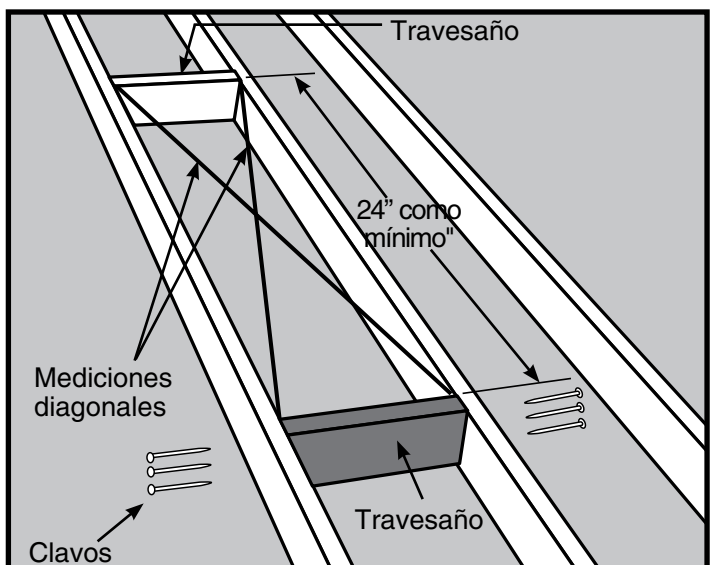

Figura 13 Cómo verificar los ángulos rectos (perpendicularidad)
PASO 5. Posicione el segundo travesaño a una distancia mínima de 0.61m del primer travesaño y repita el Paso 4 (Vea la Figura 13).
PASO 6. El marco para la abertura preliminar requiere cuatro lados. Los travesaños conforman dos de estos lados. Si las vigas de su cielo raso están espaciadas de modo que estas conforman los otros dos lados de la abertura preliminar, revise la abertura en cuanto a ángulo recto midiendo transversalmente las diagonales. Las mediciones no deben diferir en más de 3mm para considerarse en ángulo recto (Vea la Figura 13).